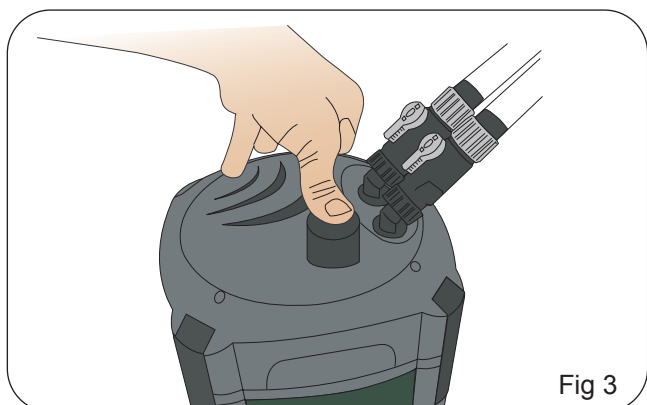

Fig 3
7. Togliere la griglia del filtro, allungare le maniglie sui cestelli degli elementi e rimuoverli dal corpo del contenitore. Fig 3